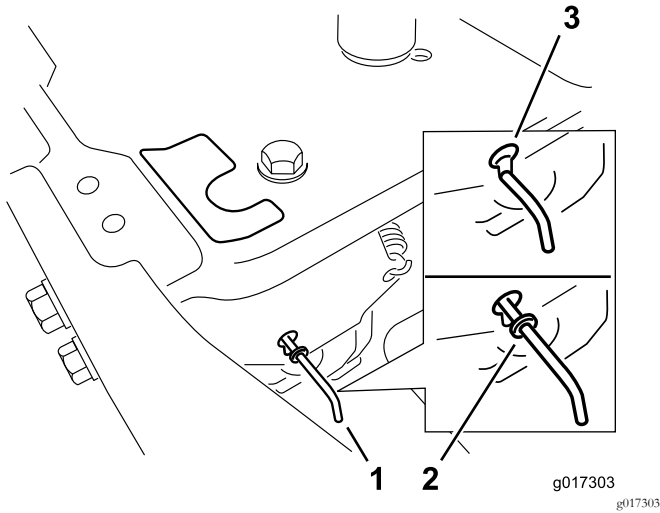

Figura 20
4. Mueva las palancas de desvío hacia delante a través del orificio y hacia abajo para bloquearlas en esa posición (Figura 20).
Mueva las palancas de desvío hacia atrás a través del orificio y hacia abajo para bloquearlas en esa posición, según se muestra en Figura 20.